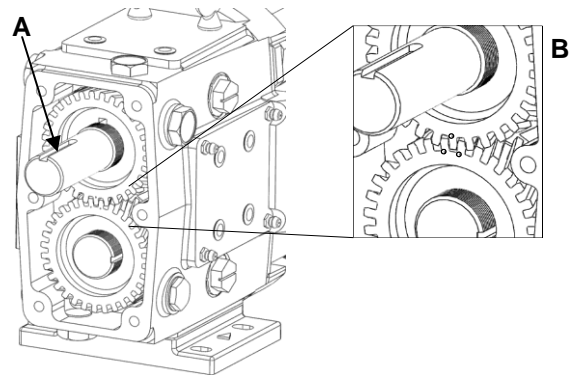

Figura 59: Instalar engranes con el tiempo correcto
8) Una vez instaladas las chavetas del engrane, oriente los ejes para que las ranuras de las chavetas del eje motriz apunten en la dirección de las 12 horas (Figura 59, A). Deslice el engrane derecho con una marca de punzón en el eje motriz. Deslice el segundo engrane con dos marcas de punzón en el eje corto. Para cronometrar los engranes, alinee para que la marca de punzón única caiga entre las dos marcas de punzón del engrane opuesto (Figura 59, B)